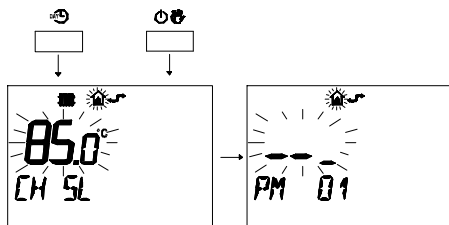

fig. 9.19
- 2 Premere contemporaneamente i pulsanti  e  per entrare nella programmazione trasparente (fig. 9.19)